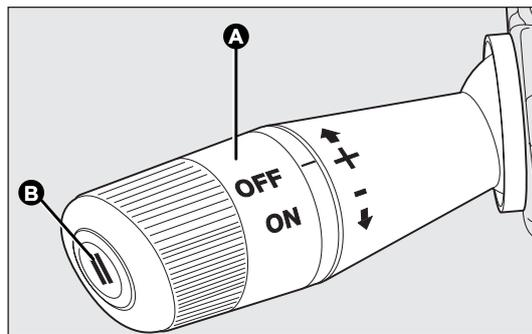

fig. 48
Gire la corona A-fig. 48 a la posición ON.
- gire la corona A-fig. 48 a ON y, pisando el pedal del acelerador, lleve el vehículo a la velocidad deseada;
- pulse el botón B-fig. 48.
- pulsando el botón B – fig.48 cuando el dispositivo está regulando la velocidad (para versiones/países donde está previsto);
- pisando el pedal del acelerador; en este caso el sistema no se desactiva sino que la demanda de aceleración tiene precedencia en el sistema; el cruise control permanece activado sin necesidad de pulsar el botón B-fig. 48 para volver a las condiciones anteriores una vez concluida la aceleración.